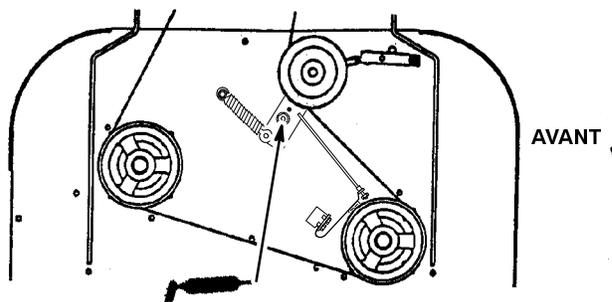

Figure 39
3. Lubrifier le pivot du bras de poulie folle de la courroie d'entraînement des lames (Fig. 39) toutes les 50 heures.